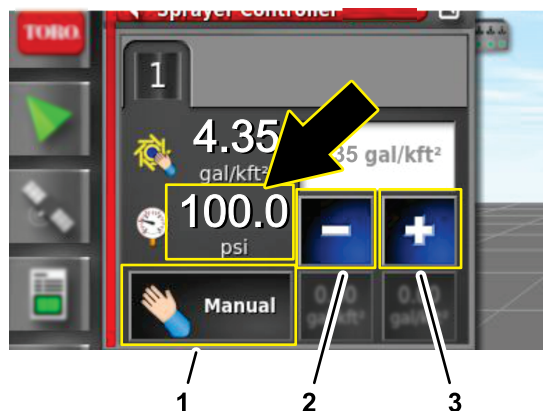

図 165
7. 散布レートコントローラダイアログボックスで、レート制御モードアイコンを押し続けると手動モードになる 図 165。
8. 減らすアイコン (-) と増やすアイコン (+) を使用して散布圧力 図 165 を 6.9 bar (100 psi) にする。